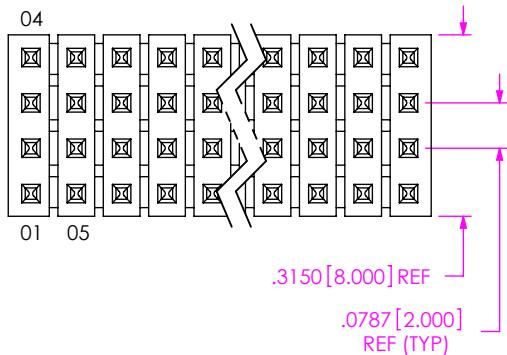

FIG 3
- Q: QUAD (TMM-50-Q, SEE FIG 3, SHT 2)